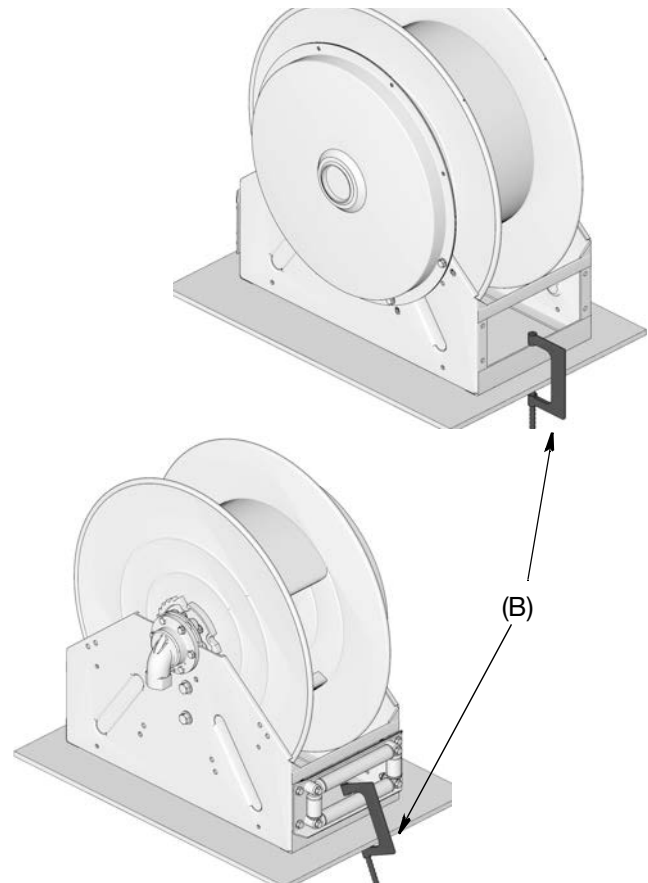

FIG. 5
1. Si el carrete de manguera no está instalado en una ubicación fija, use 2 abrazaderas en C grandes (B) (una en la parte delantera y otra en la trasera) para fijar el carrete de manguera a una superficie plana (FIG. 5). Graco recomienda colocar un trapo sobre el rodillo inferior y la parte posterior del bastidor para proteger estas superficies contra daños cuando se aprietan hacia abajo las abrazaderas en C.